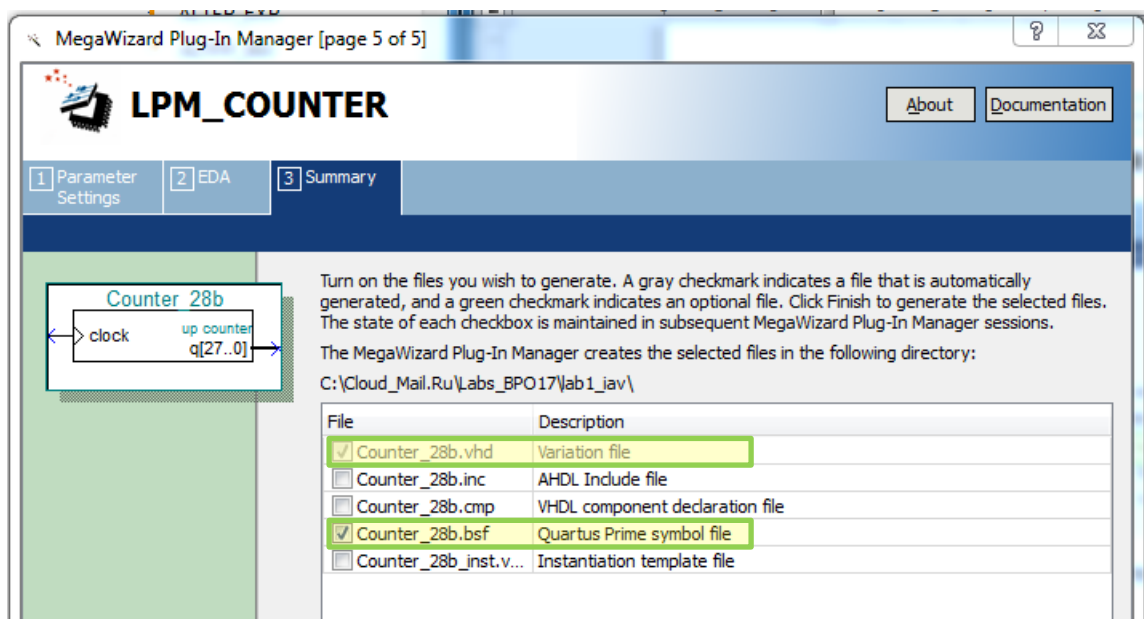

Рис. 8 Окно настройки экземпляра выбранного компонента (page 5)
2.7. В появившемся окне **“MegaWizeded Plug-In Manager [page 5 of 5]”** выберите создаваемые файлы, как на рис. 8. Далее **«Finish»**. Экземпляр счетчика **Counter_28b** создан.